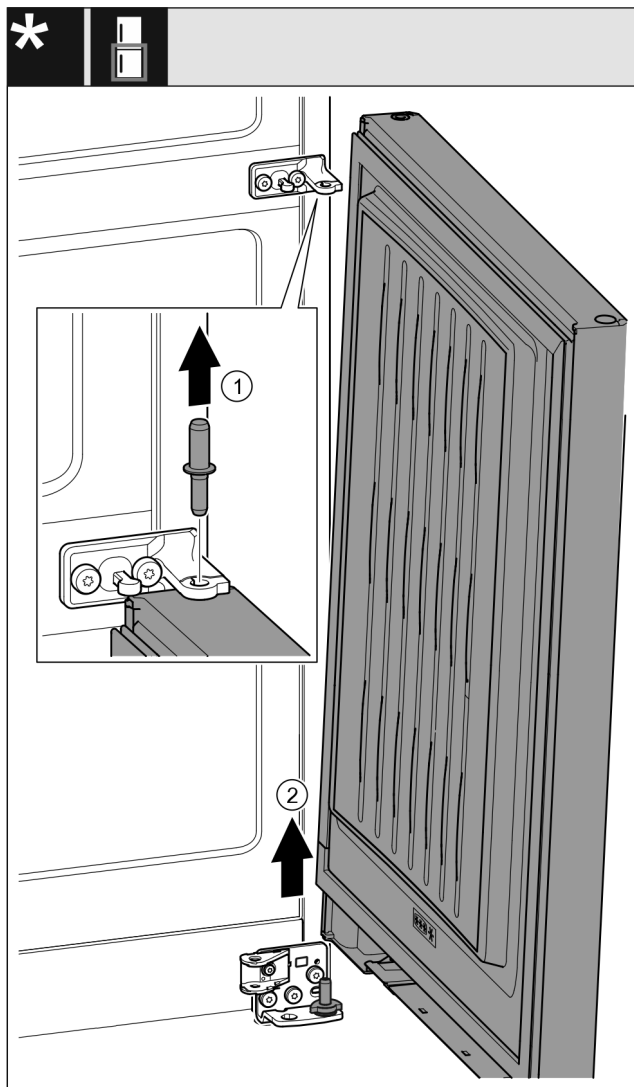

Fig. 21 *
- ▶ Sortir le boulon par le haut. Fig. 21 (1)*
- ▶ Faire pivoter la porte vers l'extérieur, la tirer vers le haut et la mettre de côté. Fig. 21 (2)*